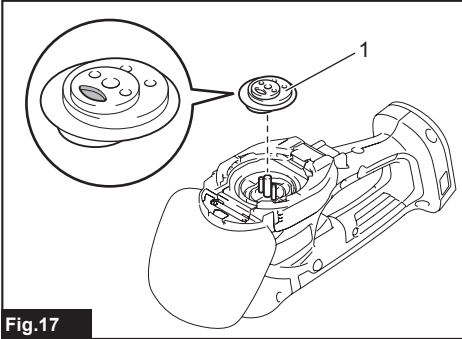

Fig.17
► **Abb.17:** 1. Zuleitungsdraht 2. Kohlebürstenkappe